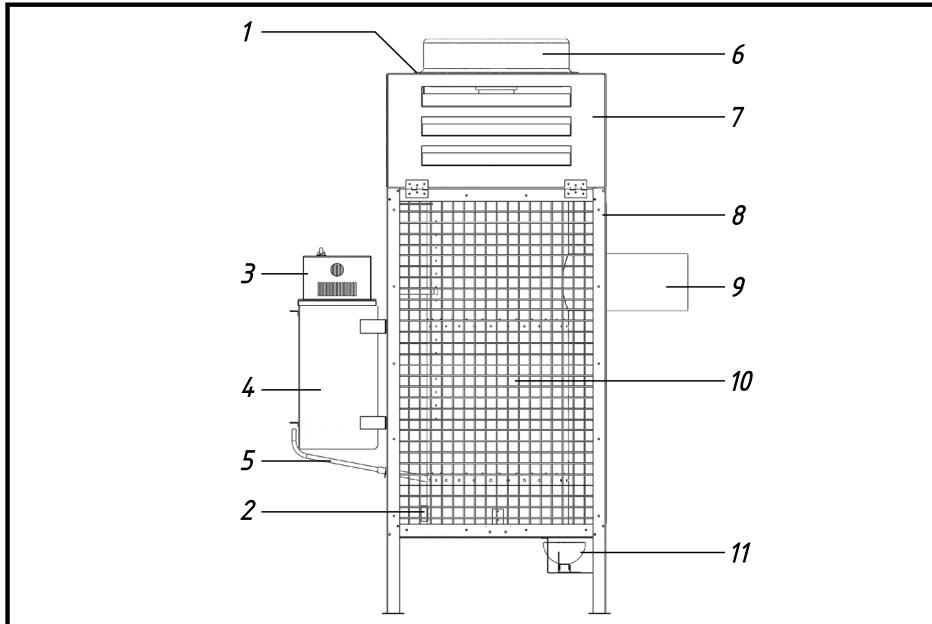

Fig. 1
► Биметаллический датчик (FIG1/n1) установлен вентилятора, его пороговая температура составляет 90°C. Разъединение контактов данного датчика происходит вследствие превышения пороговой температуры и приводит к переходу нагревателя в режим Перегрев (n8). Прерывается подача топлива, что предохраняет вентилятор от перегрева, а его компоненты – от плавления.
► В нагревателе также установлен весовой датчик, находящийся под переливочным сборником (FIG1/n11).
►► 6. КОНСТРУКЦИЯ НАГРЕВАТЕЛЯ (FIG. 1)